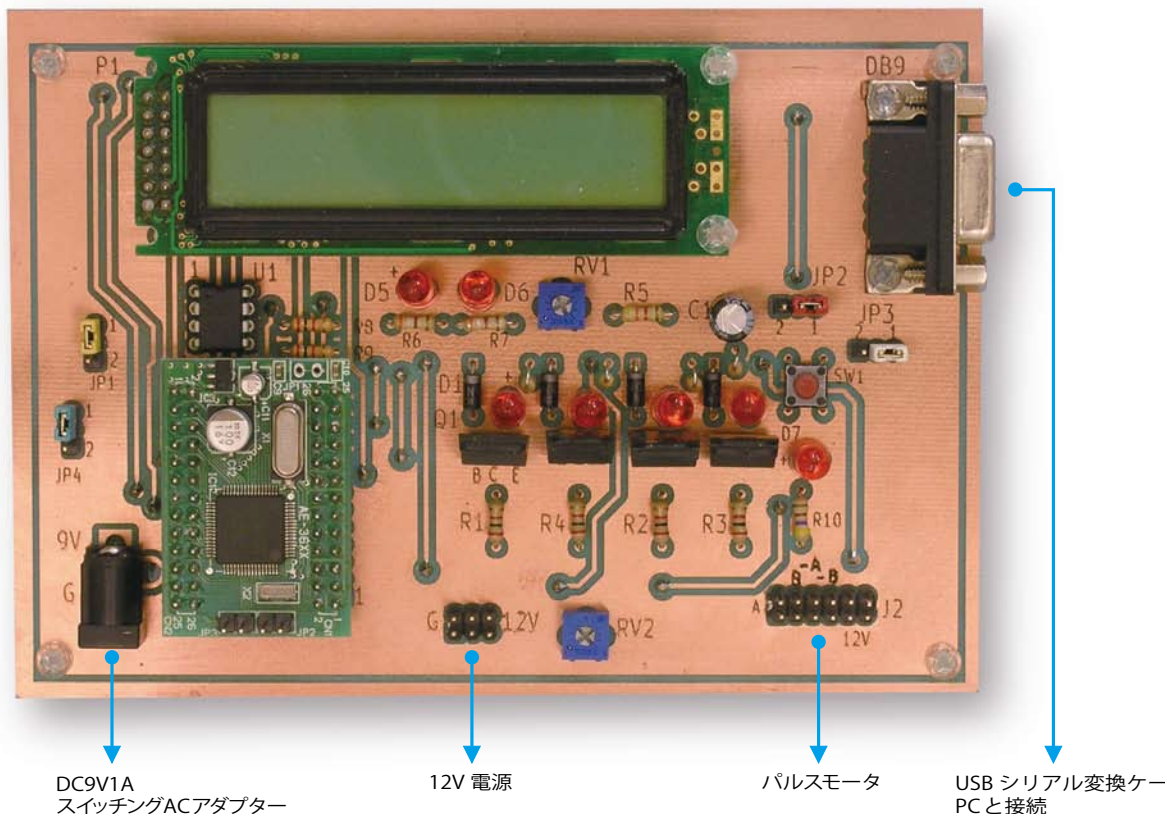

図5・表面(テスト用完成基板)
②回路図並びにパーツ一覧を参照の上、基板を完成させます [表 1 / 図 5・6]。
③続いてテストを行います。H8Tiny の書き込み回数の制限のため、モニタ・ファイル